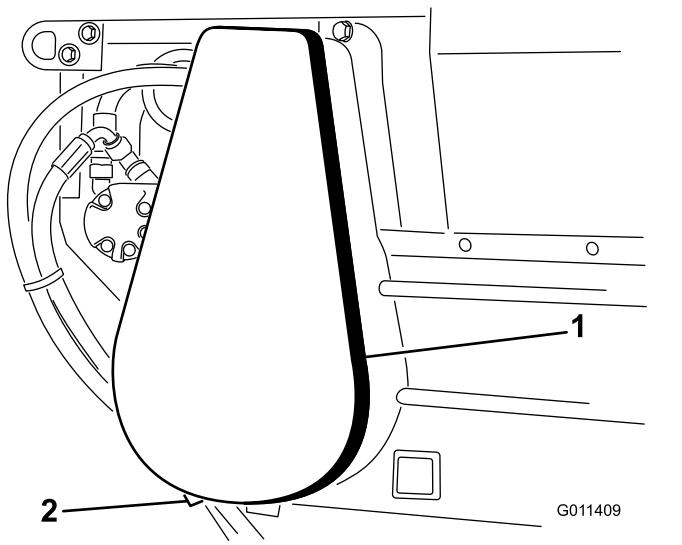

Figura 29
1. Togliete il gruppo di copertura della cinghia e il distanziale (Figura 29).